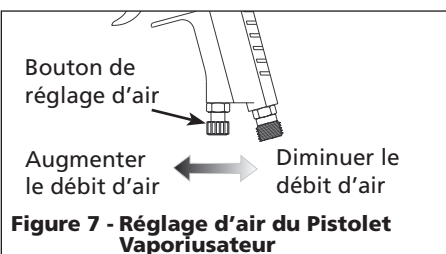

Figure 7 - Réglage d'air du Pistolet Vaporisateur
1. Régler la pression d'air selon les recommandations fournies avec le matériel à pulvériser. La pression d'air tombe d'habitude entre 276 kPa - 414 kPa. Régler la pression d'air avec la gâchette tirée et le bouton de réglage d'air (si applicable) complètement ouvert. Si vous désirez une pression d'air diminuée pour quelques endroits de l'objet à pulvériser, utiliser le bouton de réglage d'air pour diminuer la pression au besoin (Voir Figure 7).
certaines endroits de l'objet de travail, utiliser le bouton de réglage d'air pour diminuer la pression au besoin (Voir Figures 7).